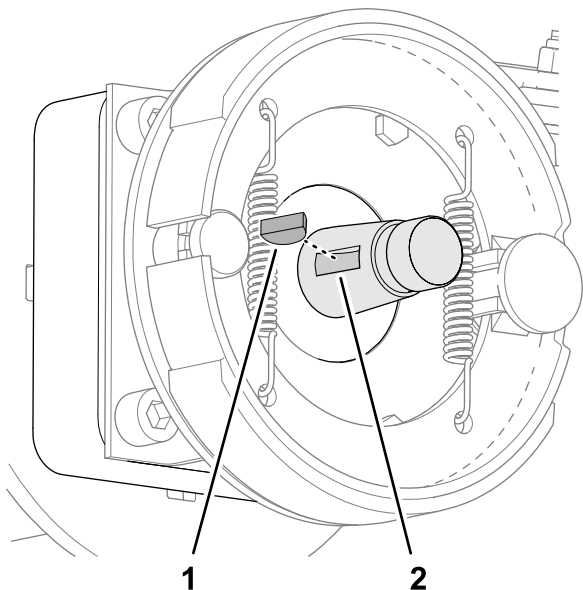

Bild 72
2. Führen Sie die Passfeder in die Nut der Radmotorwelle ein (**Bild 72**).